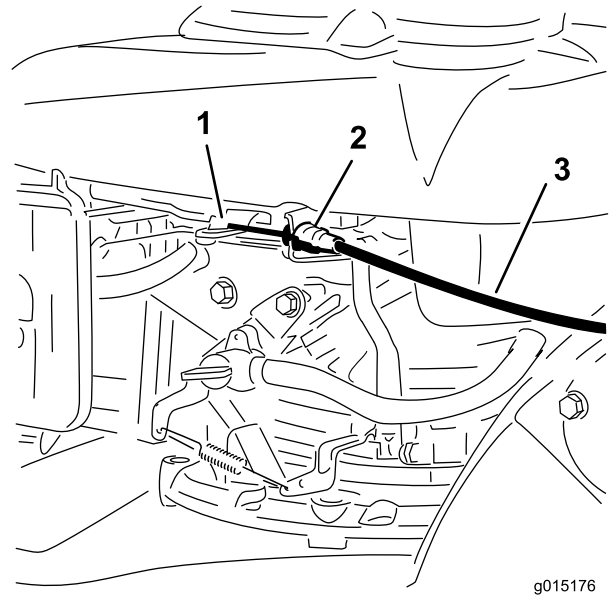

Figura 6
3. Pase el cable de freno de la cuchilla por el interior del manillar y conecte el extremo del cable (Figura 6).